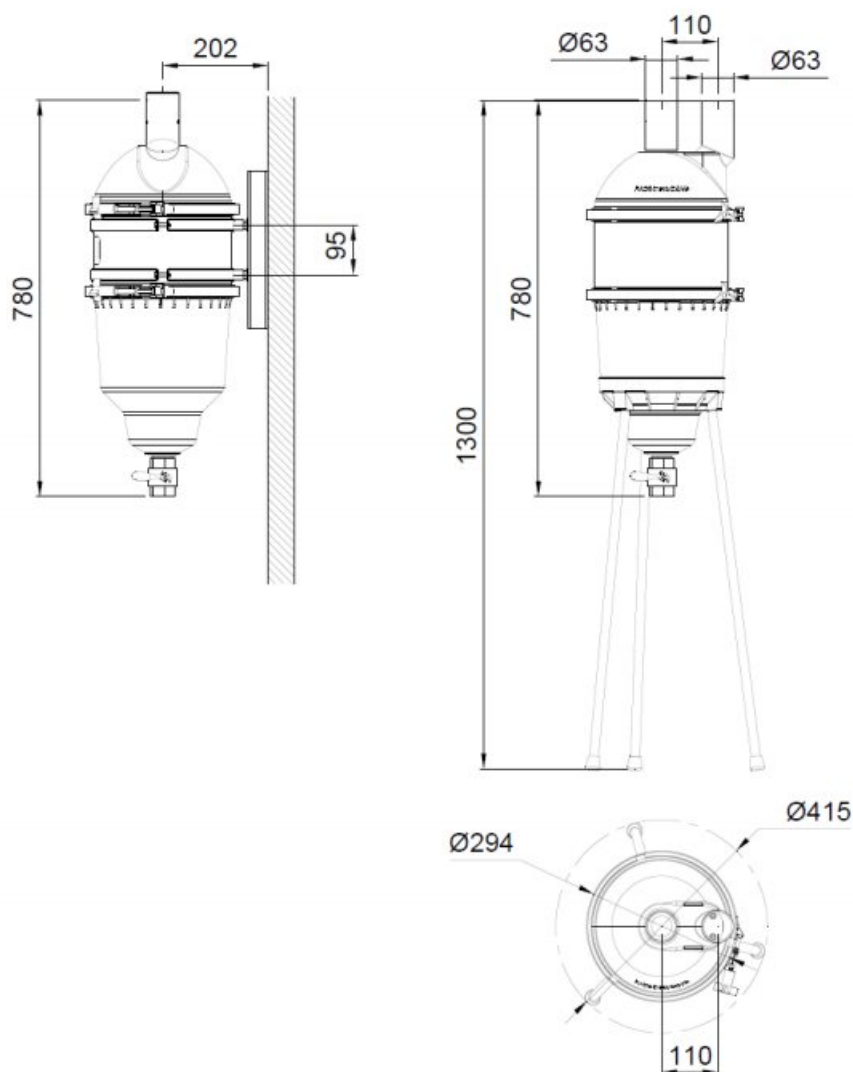

Рис. 5
9. Рекомендуется установить на входе HydroSpin манометр (см. Рис. 5 – стр. 16).